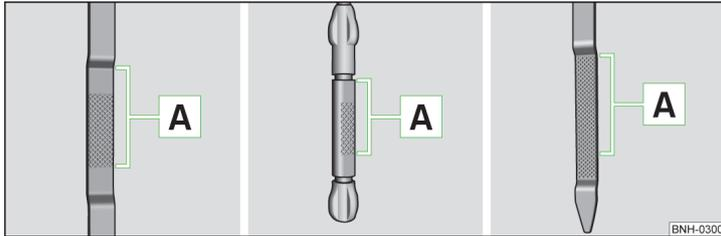

Abb. 125 Prinzipdarstellung: Ölmesstab
Ölmesstab » Abb. 125
- Der Ölstand darf keinesfalls oberhalb oder unterhalb des Bereichs **A** » Abb. 125 liegen - es besteht die Beschädigungsgefahr des Motors sowie der Abgasanlage!
- Liegt der Ölstand oberhalb des Bereichs **A** » Abb. 125, nicht weiterfahren! Den Motor abstellen und die Hilfe eines Fachbetriebs in Anspruch nehmen.